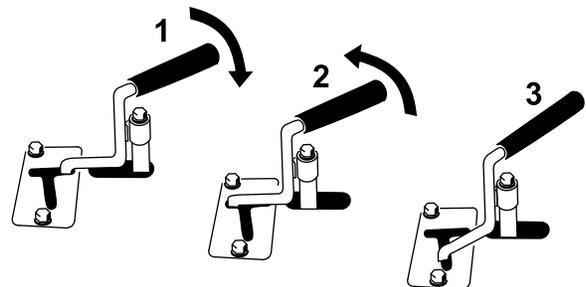

Figura 12
- Para operar um acessório hidráulico na direção da frente, rode a alavanca auxiliar-hidráulica para trás e puxe-a para baixo até à barra de referência (Figura 12, número 1).
- Para operar um acessório hidráulico na direção da marcha-atrás, rode a alavanca auxiliar-hidráulica para trás e puxe-a para a esquerda até à ranhura superior (Figura 12, número 2).
**Nota:** Se libertar a alavanca enquanto estiver na posição FRENTE, a alavanca regressa automaticamente para a posição PONTO MORTO (Figura 12, número 3). Se estiver na posição MARCHA-ATRÁS, permanece aí até que a retire da ranhura.